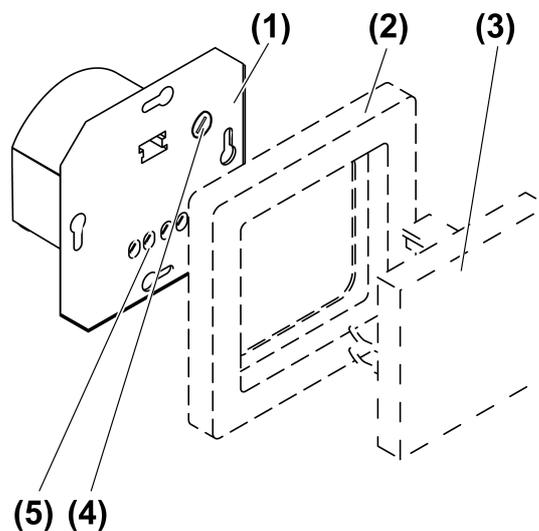

Bild 1: Geräteaufbau
- Einsteller (4) (Bild 1) um ca. 1/4 Umdrehung verstellen.